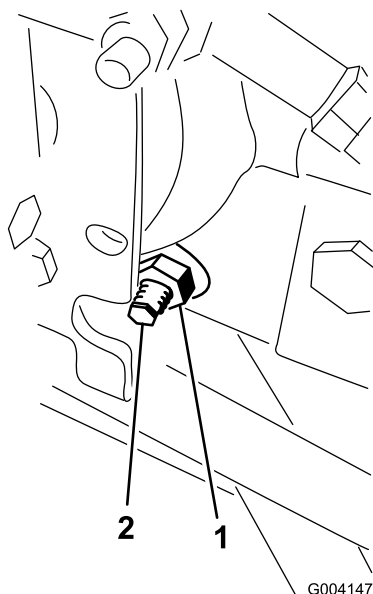

Figura 60
3. No lado direito do hidrostato, solte a porca de bloqueio no excêntrico de ajuste da tração (Figura 60).